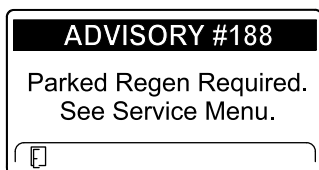

Рисунок 50
- Требуется стационарная регенерация ИНФОРМАЦИОННОЕ СООБЩЕНИЕ № 188 (Рисунок 50)